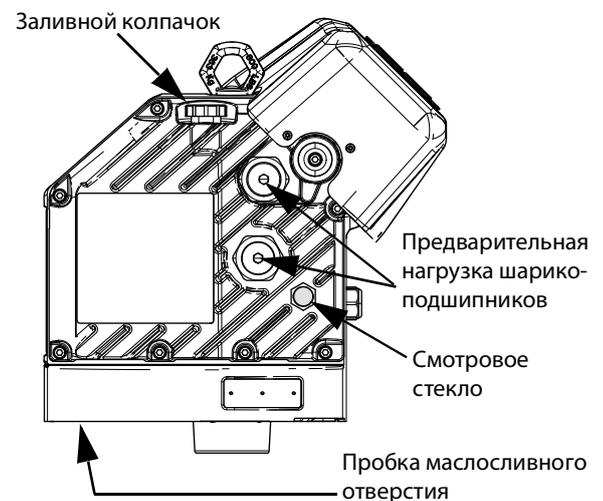

Рис. 13: Смотровое стекло и крышка маслозаливного отверстия
3. Открутите заглушку слива масла. Расположение заглушки слива см. на **Рис. 13**. Дождитесь, пока из привода вытечет все масло.
5. Откройте заливную крышку (P) и долейте бессиликоновое синтетическое трансмиссионное масло марки Graco стандарта ISO 220 (артикул 16W645). Проверьте уровень масла через смотровое стекло (K). Заполняйте бак до тех пор, пока уровень масла не достигнет средней метки смотрового стекла. Вместимость масляного бака составляет приблизительно 0,9 - 1,1 л (1,0 - 1,2 кварты). **Не переполняйте бак.**
См. **Рис. 13** ниже. Регулярно проверяйте уровень масла через смотровое стекло. Когда привод не работает, уровень масла должен быть около средней точки смотрового стекла. Если уровень масла является низким, то снимите крышку заливного отверстия (P), и долейте бессиликоновое синтетическое трансмиссионное масло от компании Graco, соответствующее ISO 220 (арт. № 16W645).